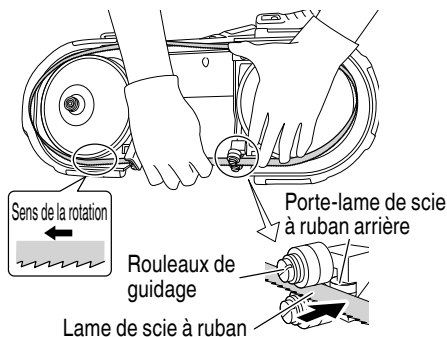

Fig. 17
- (2) En faisant attention au sens de rotation et à l'orientation de la lame de scie à ruban (voir la figure), placez la lame de scie à ruban dans le rouleau de guidage en installant la lame de scie à ruban jusqu'à ce qu'elle entre en contact avec le support de roulement à billes arrière de la lame de scie à ruban.
- (3) En tenant la lame de scie à ruban en place de sorte qu'elle ne se desserre pas, placez la lame de scie à ruban dans la poulie de la lame. (Fig. 17)